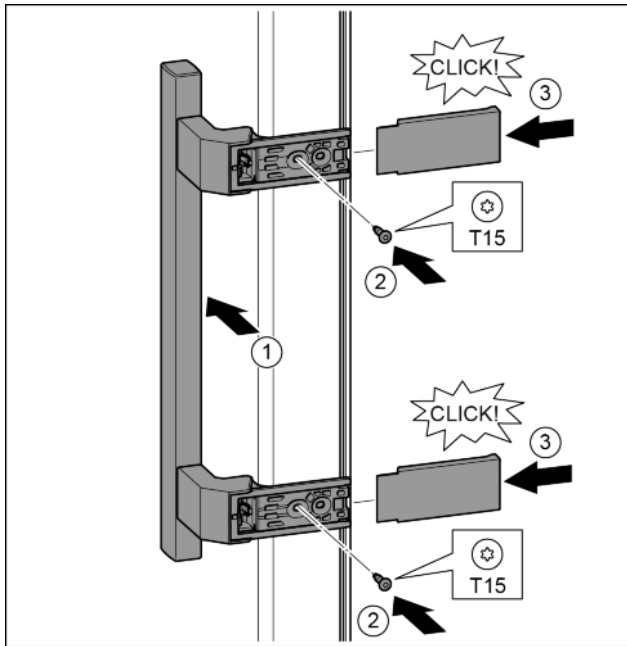

Fig. 37
- ▶ Poser la poignée sur le côté opposé. Fig. 37 (1)
- ▶ Serrer les vis avec un tournevis T15. Fig. 37 (2)
- ▶ Mettre en place les caches latéralement et les enfiler. Fig. 37 (3)